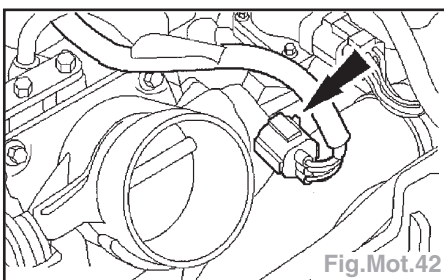

Fig.Mot.42
- Débrancher le connecteur de capteur de position de papillon (TP) (Fig.Mot.42).